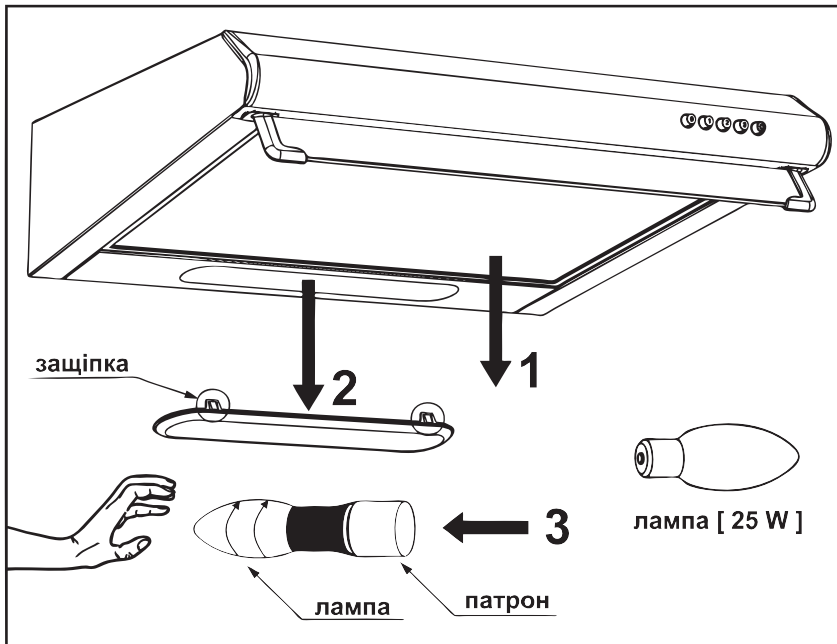

Рис. 9
- викрутити лампочку освітлення **3** з патрона проти годинникової стрілки, притримуючи рукою з внутрішньої сторони (за плафоном) (**рис.9**);